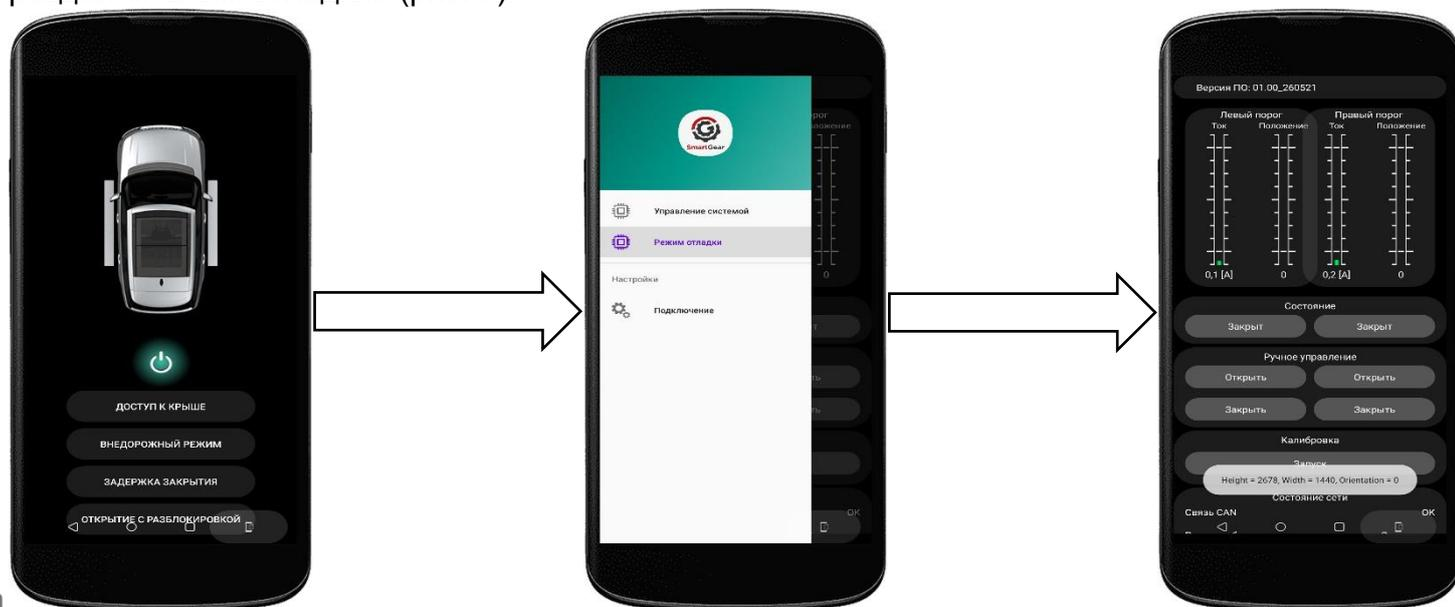

Рисунок 7 – Раздел «Режим отладки»
4. Проведите по экрану слева направо, чтобы открыть панель сервисных настроек → выбрать раздел «Режим отладки» (рис. 7).